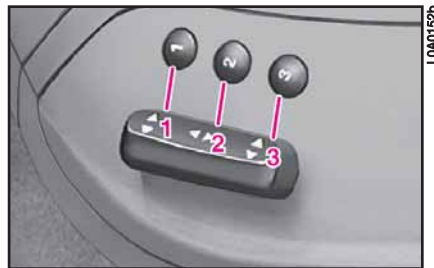

fig. 46
MEMORISATION DES POSITIONS DU SIEGE COTE CONDUCTEUR (fig.46)
- tenir enfoncé, pendant au moins 3 secondes un des boutons "1", "2" ou "3" (**fig. 46**) de mémorisation/rappel de la position du siège;